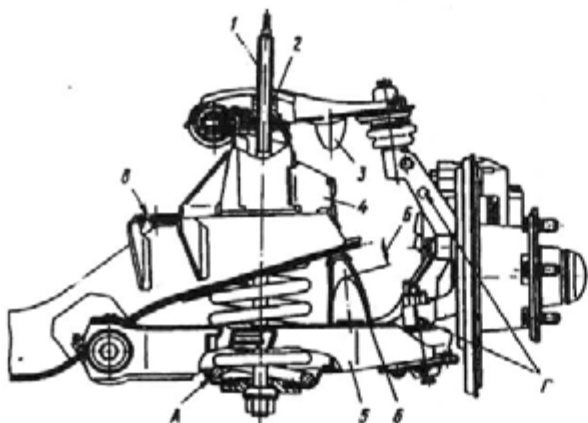

Рис. 170. Сжатие пружины передней полвески приспособлением:
Осадку пружин проверяйте на автомобиле по зазорам между буферами сжатия на нижних рычагах и поперечной подвески в местах касания буферов. Если зазор Б (рис. 170) при полной нагрузке в кузове автомобиля на обеих сторонах менее 20 мм, требуется замена пружин.
1. Установите стержень 1 (рис. 170) стяжного приспособления со стороны нижнего рычага 5 и наверните гайку 2. Затем, вращая эту гайку, сожмите пружину до появления зазора 20—30 мм между буфером отбоя 3 и его упорной поверхностью 4 на поперечине подвески.
5. Постепенно отворачивая гайку 2 (рис. 170) стяжного приспособления, полностью ослабьте натяжение пружины и выньте приспособление. Затем снимите пружину (позметьте левую и правую пружины для их отличия) и резиновую прокладку 3 (рис. 165).
Пружины после их контроля устанавливайте в переднюю подвеску в последовательности, обратной снятию. Прямой участок нижнего опорного витка пружины должен размещаться в выемке А (рис. 170) нижнего рычага.
В связи с этим проверку углов развала производите не только под нагрузкой, указанной выше, но и при горизонтальном расположении кузова, когда зазоры между одноименными точками нижних рычагов и поперечной передней подвески слева и справа одинаковые, например зазор «Б» (рис. 170). Для обеспечения горизонтального положения кузова в поперечной плоскости применяйте распорки (рис. 186), устанавливаемые в пе-